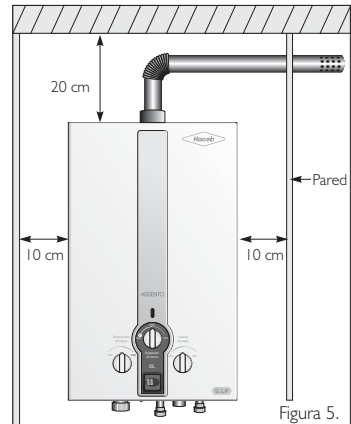

Figura 5.
- El calentador debe instalarse a una distancia de 20 cm desde el techo a la parte superior del calentador. (ver figura 5).
- El calentador debe estar separado mínimo 10 cm de las paredes laterales del compartimiento, de tal forma que permita su fácil montaje y posterior mantenimiento. (ver figura 5).